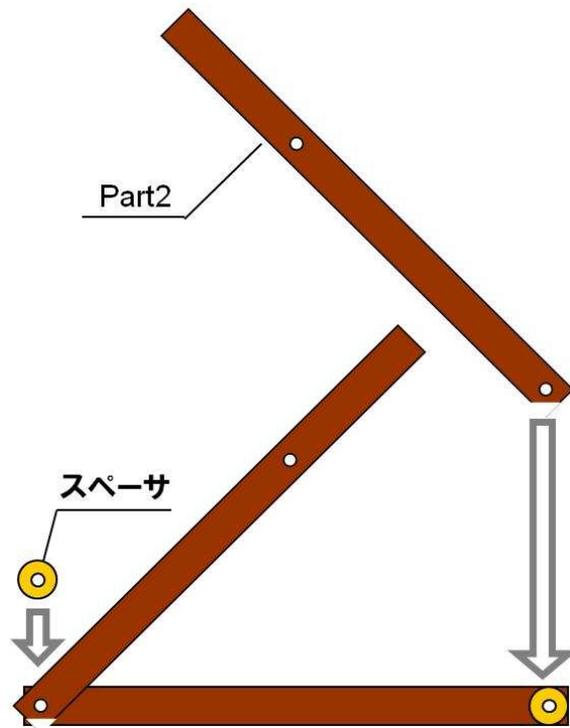

図24 脚の組み立て2
- ③ 取り付けしたスペーサの隣に、高さ10mmの切り欠けをつけた木材を図24のように組み立てる。逆側にはスペーサを取り付ける。